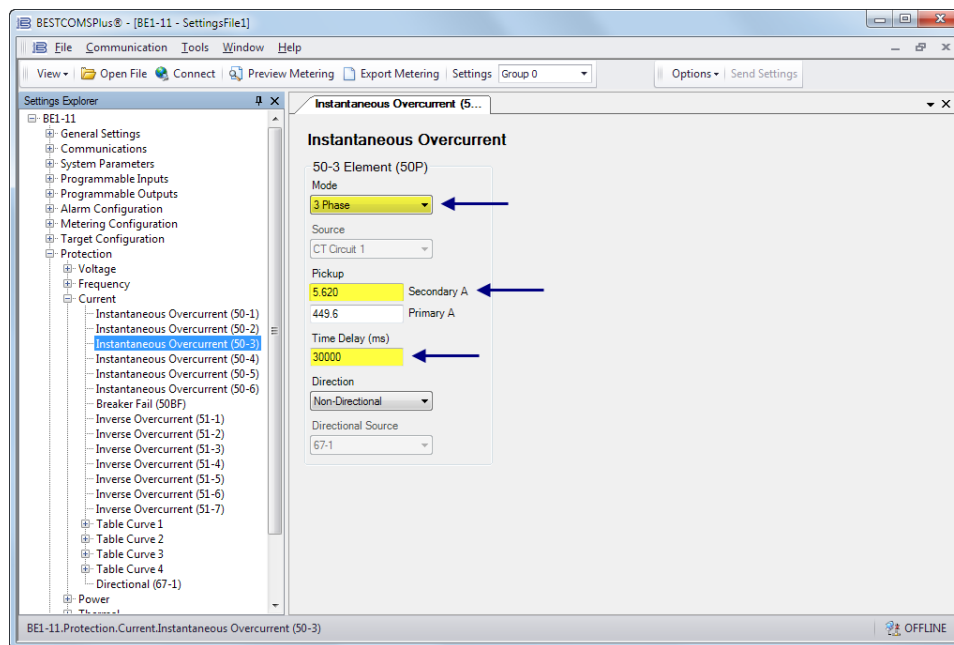

Figure 11. Écran Surintensité instantanée (50-3)
- Step 7: Dans l'Explorateur des paramètres (Settings Explorer), développez le menu Protection, puis Courant (Current) et sélectionnez l'écran Surintensité instantanée (Instantaneous Overcurrent) (50-3). Reportez-vous à la Figure 11.